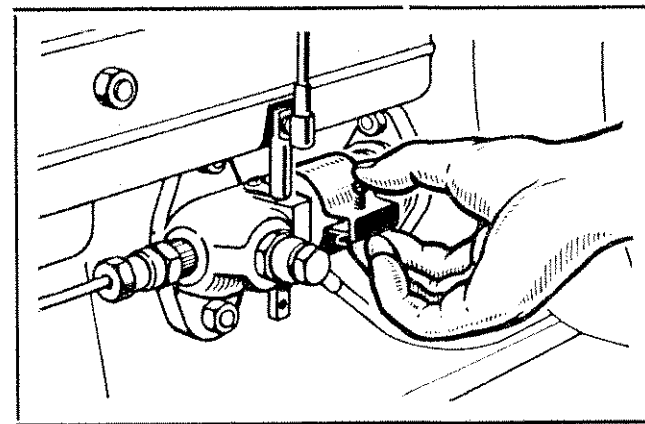

Fig. 3
**a) Pompa di iniezione** - La pompa di iniezione del tipo BOSCH, con flangia laterale, è fissata sulla fiancata sinistra del basamento. L'elemento pompante riceve il moto da una punteria che scorre in una guida alloggiata nel basamento. Il movimento della punteria iniezione può essere impresso anche a mano agendo con una levetta sotto la rondella fissata alla punteria stessa, dopo aver rimosso il manicotto di protezione come indicato nella Fig. 3. Per quanto riguarda le istruzioni per lo smontaggio e il rimontaggio della pompa iniezione vedere Fig. 4 a Pag. 10.